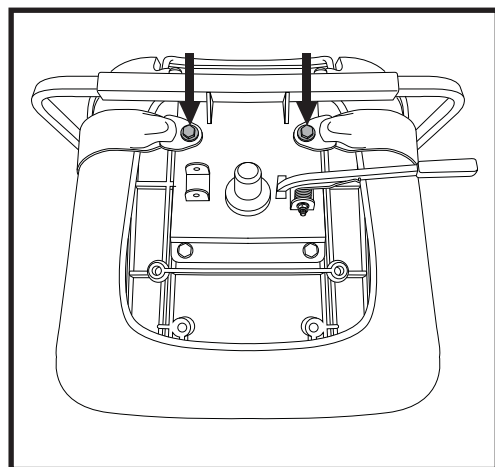

Figure 27. Boulons du ceinture de positionnement
Votre Travel Scooter peut être équipé d'une ceinture de positionnement de type automobile réglable pour votre confort. **Voir la figure 27 ou 28** La ceinture de positionnement est conçue pour supporter et empêcher le conducteur de glisser ou d'avancer sur le siège. La ceinture de positionnement n'est pas une ceinture de sécurité.
2. Placez le siège à l'envers pour faire face à sa base. **Voir la figure 27.**